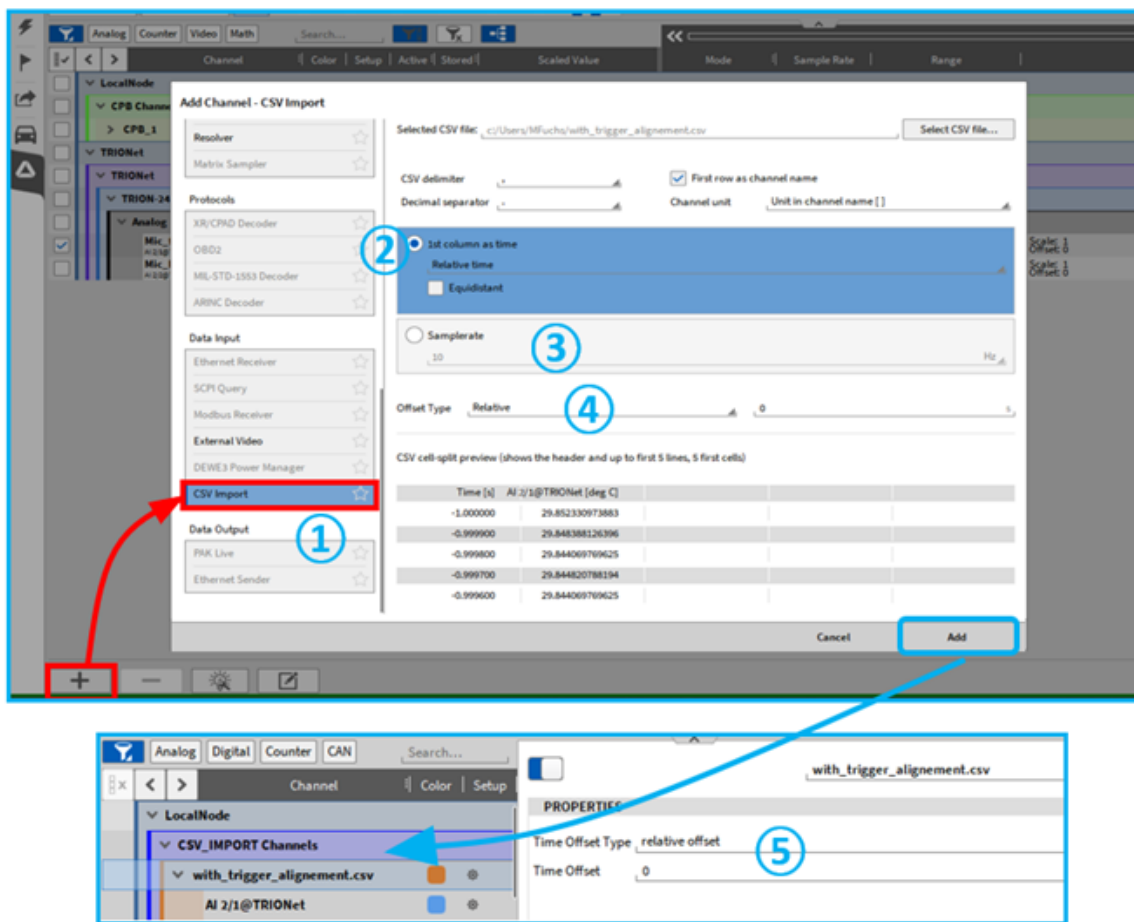

Abb. 7.160: CSV-Import
Im OXYGEN Viewer ist es möglich, CSV-Daten als Kanal zu importieren. Dies ist nur im PLAY-Modus möglich (siehe ① in Abb. 7.160). Die erste Spalte kann als relative oder absolute Zeit interpretiert werden (siehe ② in Abb. 7.160). Falls keine Zeit angegeben wird, kann eine synchrone Abtastrate definiert werden (siehe ③ in Abb. 7.160). Ein optionaler Zeitversatz kann vor Anlegen des Kanals (siehe ④ in Abb. 7.160) oder nachträglich in den Eigenschaften (siehe ⑤ in Abb. 7.160) definiert werden. Der importierte Kanal ist in der Gruppe `CSV_IMPORT Channels` in der Kanalliste zu finden.